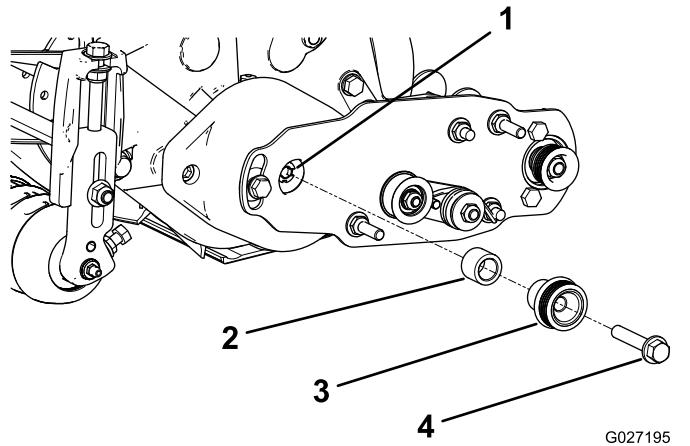

Figure 13
1. Insérez l'entretoise sur l'arbre du logement de roulement (Figure 13).
2. Insérez la poulie d'entraînement dans l'entretoise et sur l'arbre d'entraînement (Figure 13).
3. Fixez la poulie et l'entretoise à l'arbre d'entraînement au moyen d'un boulon à embase (3/8" x 2") ; voir Figure 13.